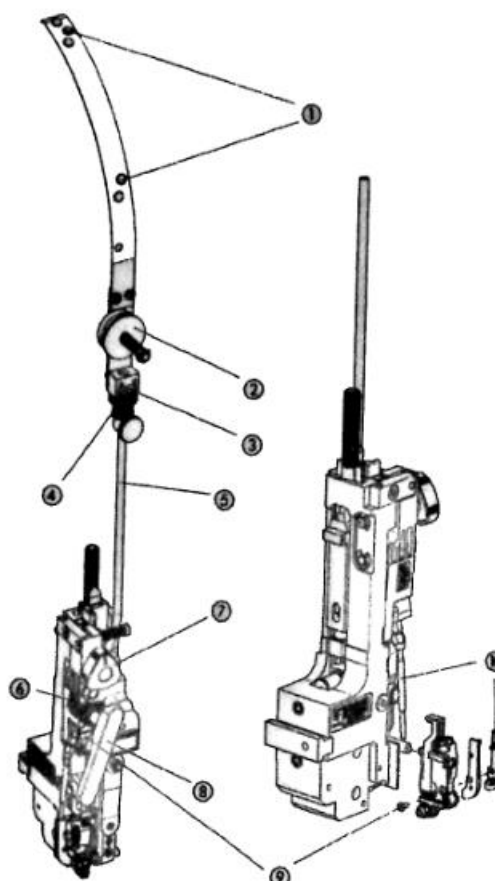

Рис. 6
- Подача проволоки (Рис. 6)
- Выключите привод проволоки (поворотная треугольная рукоятка ⑦), чтобы отделить подающее колесо.
- Через верхнюю часть в вязальной проволоки, в следующем порядке: через заклепку пластины подачи проволоки 1 - через два войлочных диска 2 - через контрольный замок ③ - через направляющую трубу ⑤ и два подающих ролика ⑥.
- Начните подачу проволоки (поверните треугольную ручку ⑦ влево).
- Установите ручку ⑧
- Убрать проволоку (Рис. 6)
- Отключите проволочный привод (поверните треугольную ручку ⑦), чтобы отделить колесо подачи.
- Удерживая контрольное кольцо проволоки ④, откройте контрольный замок и вытащите проволоку
- Снимите направляющую трубу, когда проволока заблокирована (Рис. 6)